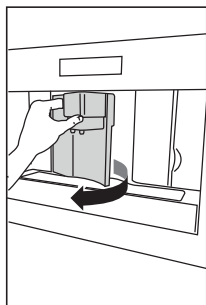

Fig. 23
- Open the service door (Fig. 23).